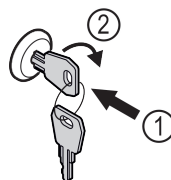

Fig. 103
- ▶ Włożyć kluczyk Fig. 103 (1).
- ▶ Przekręcić kluczyk o 90° w prawo Fig. 103 (2).